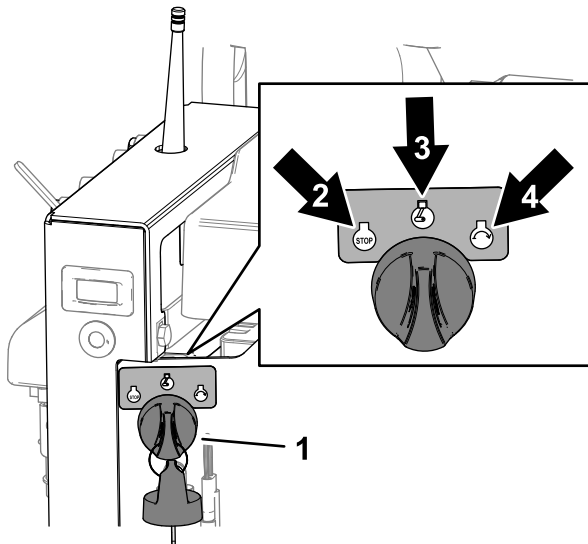

Figura 56
1. Rode a chave para a posição DESLIGAR (Figura 56).